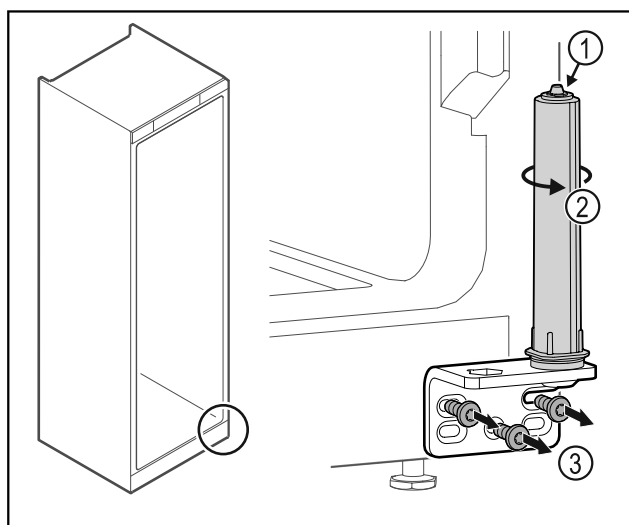

Fig. 29
- Du må ikke adskille dørlukkesystemet Fig. 29 (1).
- Drej lukkesystemet Fig. 29 (2), indtil det klikker.
- Skru hængselvinklen Fig. 29 (3) af.